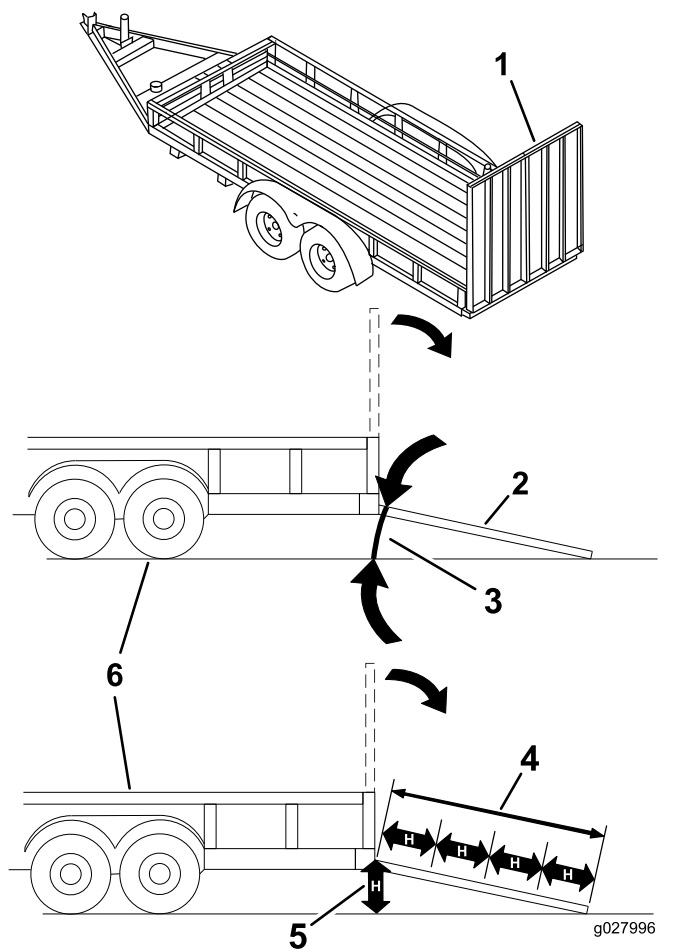

Рисунок 30
При погрузке машины на прицеп или грузовик повышается вероятность опрокидывания, что может привести к получению тяжелой травмы или гибели (Рисунок 30).
3. Опустите наклонный въезд, убедившись, что угол между наклонным въездом и поверхностью земли не превышает 15 градусов (Рисунок 30).
1. Опустите наклонный въезд, убедившись, что угол между наклонным въездом и поверхностью земли не превышает 15 градусов (Рисунок 30).